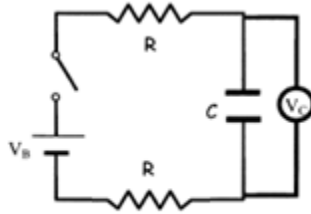

Figura 3
1. Arme el circuito que aparece en la Figura 3 usando dos resistencias y un capacitor.